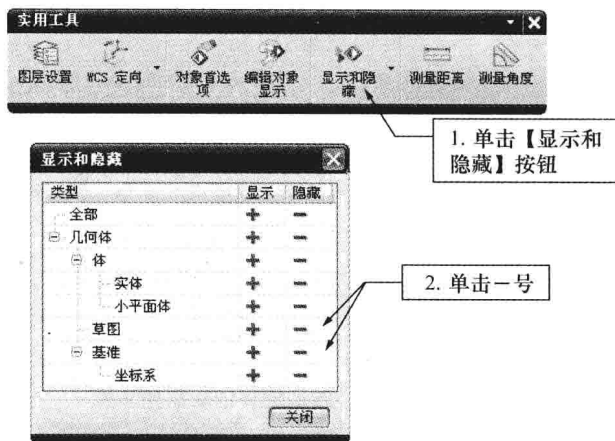

图 1-11 【显示和隐藏】对话框隐藏草图、基准步骤
(1) 隐藏基准坐标系和草图。在【实用工具】工具条中单击【显示和隐藏】按钮，弹出【显示和隐藏】对话框，如图 1-11 所示。单击 - 号隐藏对象，单击 + 号显示对象。